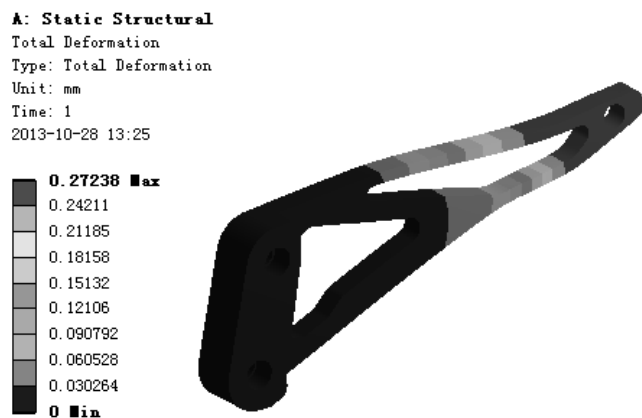

图 2.9.10 总位移变形结果图解
(2) 查看总位移变形结果图解。在“Outline”窗口中单击选中  Total Deformation，查看图 2.9.10 所示的总位移变形结果，可知最大位移为 0.27238 mm。